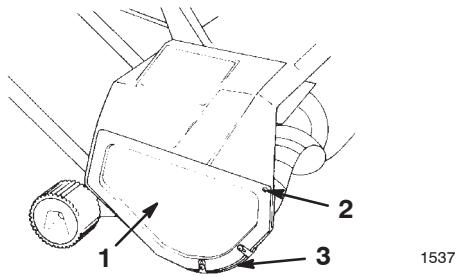

Bild 11
1. Entfernen Sie die drei Schrauben, mit denen die rechte Abdeckung und die Kufe am Schneefräsenrahmen befestigt sind (Bild 11).